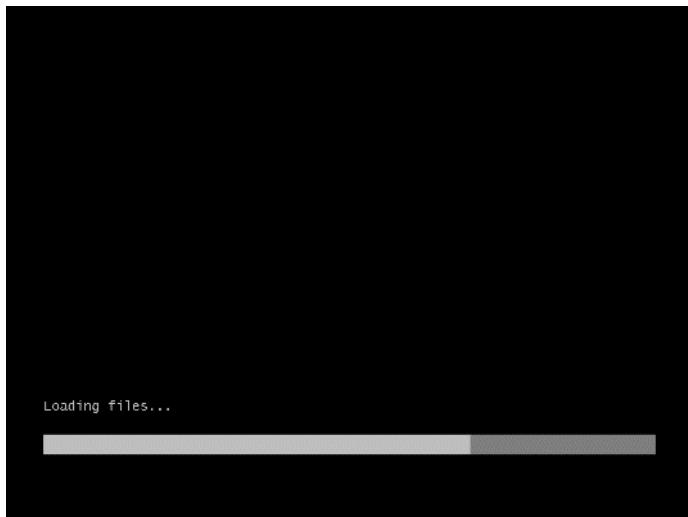

图 6-1
- b. 系统从光盘启动后，开始加载系统文件，如图 6-1 所示。Windows 系统文件加载需要一定时间，请耐心等待。